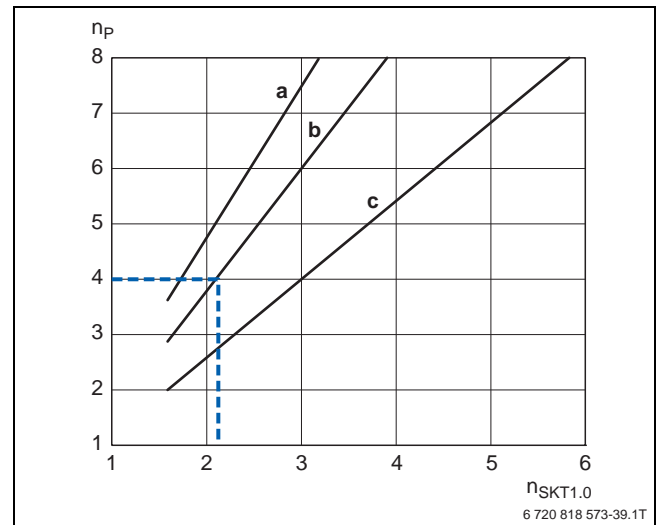
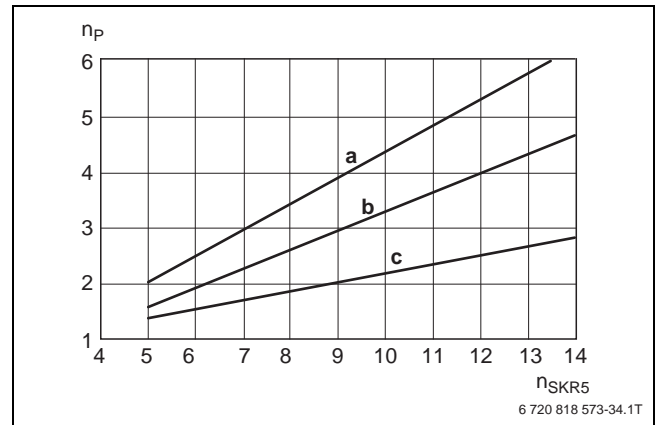

Bild 117 Diagramm zur überschlägigen Bestimmung der Kollektoranzahl Logasol SKT1.0 zur Warmwasserbereitung (Beispiel hervorgehoben)
Bild 120 Diagramm zur überschlägigen Bestimmung der Kollektoranzahl Logasol SKR5 zur Warmwasserbereitung
Die Diagramme in Bild 117 ... Bild 120, Seite 93 basieren auf einer Beispielrechnung mit folgenden Anlagenparametern:
Bei Bestimmung der Kollektor- oder Röhrenanzahl nach den Diagrammen in Bild 117 ... Bild 120, Seite 93 ergibt sich eine solare Deckungsrate von ca. 60 %.
- Nach Diagramm in Bild 117, Kurve b, sind 2 Flachkollektoren Logasol SKT1.0 erforderlich.
- 1,6 Kollektoren Logasol SKT1.0 (→ Bild 117, Seite 93)